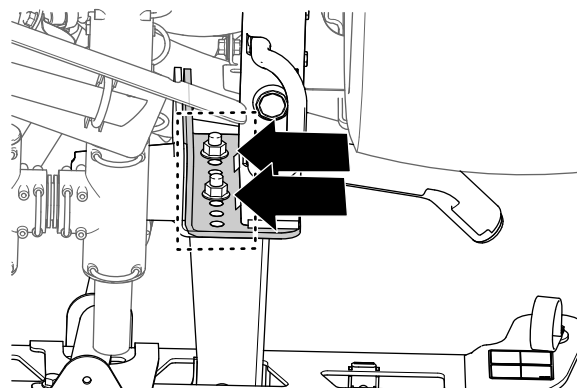

Рисунок 44
3. С помощью отрезка клейкой ленты отметьте отверстия, в которые вставляются 4 болта с фланцевыми головками (1/2 x 1-1/4 дюйма) и 4 фланцевые контргайки (1/2 дюйма), крепящие опорные кронштейны средней секции опрыскивателя к монтажной плите машины (Рисунок 44).